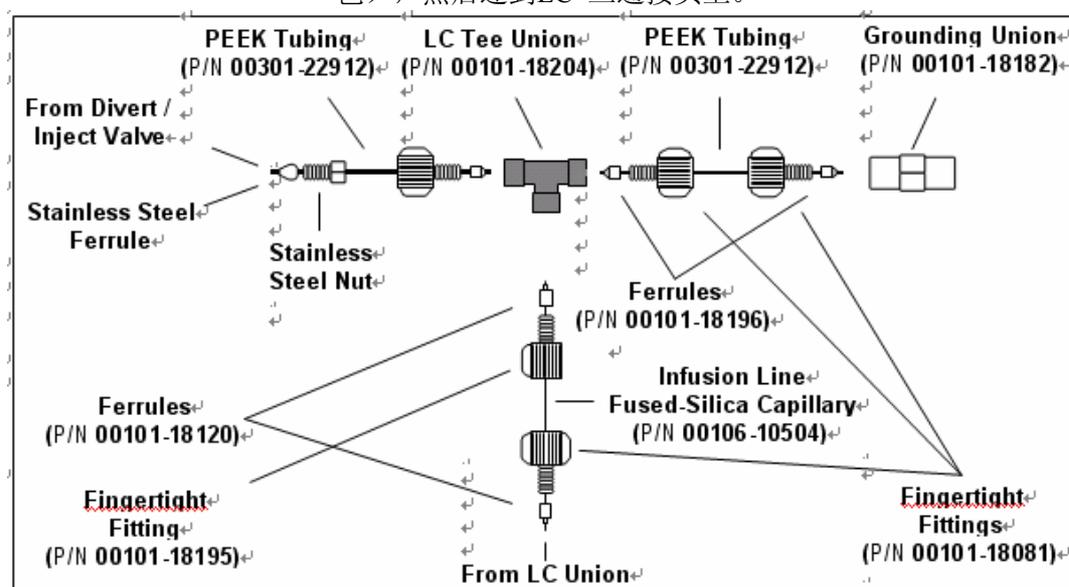

图4-1 LC三通的ESI/MS线路连接
6. 用融合的石英注射线将LC 三通(黑色) 连接（不锈钢的）和三通接头（黑色）。见图4-1